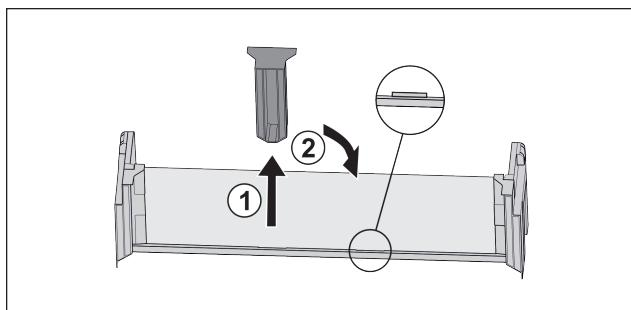

Fig. 29
- Snemite sredinski držalni del Fig. 29 (1).
- Sredinski držalni del vstavite na drugem položaju Fig. 29 (2).